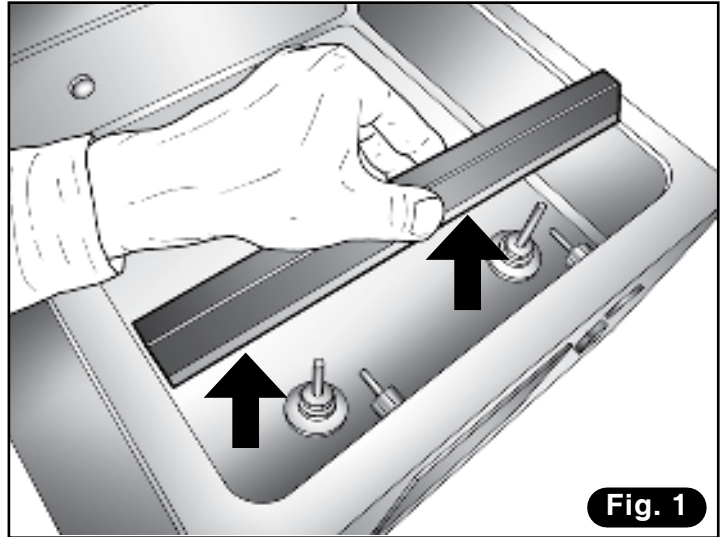

Fig. 1
- Extraiga la barra soldadora levantándola horizontalmente por los dos extremos (Fig. 1).
- 1) Extraiga la barra soldadora levantándola horizontalmente por los dos extremos (**Fig. 1**).